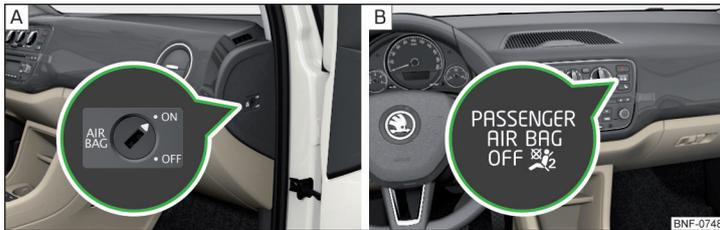

Fig. 10 Commutateur à clé pour l'airbag frontal du passager/témoin de désactivation de l'airbag frontal du passager
Le commutateur à clé permet de désactiver l'airbag frontal du passager » fig. 10 à la page 18 - A.
Réglages de l'interrupteur à clé » fig. 10 - A
- À l'aide de la clé, amenez la fente du contacteur de l'airbag doucement sur la position » fig. 10 A **OFF**.
- Vérifiez si, après avoir mis le contact, le voyant **PASSENGER AIR BAG OFF**  » fig. 10 - B s'allume.
- À l'aide de la clé, amenez la fente du contacteur de l'airbag doucement sur la position » fig. 10 A **ON**.
- Vérifiez si, après avoir mis le contact, le voyant **PASSENGER AIR BAG OFF**  » fig. 10 - B ne s'allume pas.